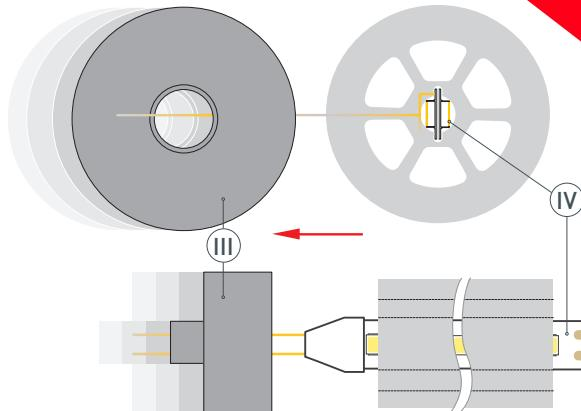

Рис. 2. Протяжка кабелей светодиодной ленты **IV** через отверстие в заглушке **III**, вид сверху
- 3** Проденьте кабели питания светодиодной ленты **IV** через отверстие в заглушке **III**, как показано на рис. 2.